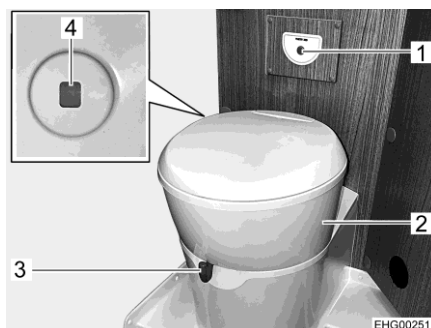

Fig. 132 Toilette
La tazza del WC può essere orientata nella posizione desiderata. A tale scopo, prendere con entrambe le mani la parte superiore (Fig. 132,2) della toilette e ruotare.
La centralina di controllo con il pulsante dello sciacquone (Fig. 132,1) è posizionata vicino alla tazza del WC.
Il colore dell'indicatore di livello (Fig. 132,4) passa da verde a rosso quando è necessario svuotare il serbatoio fecale.
- Prima di tirare l'acqua, aprire il cursore della toilette. A tal fine girare la leva del cursore (Fig. 132,3) in senso antiorario.
- Per sciacquare premere il pulsante blu (Fig. 132,1).